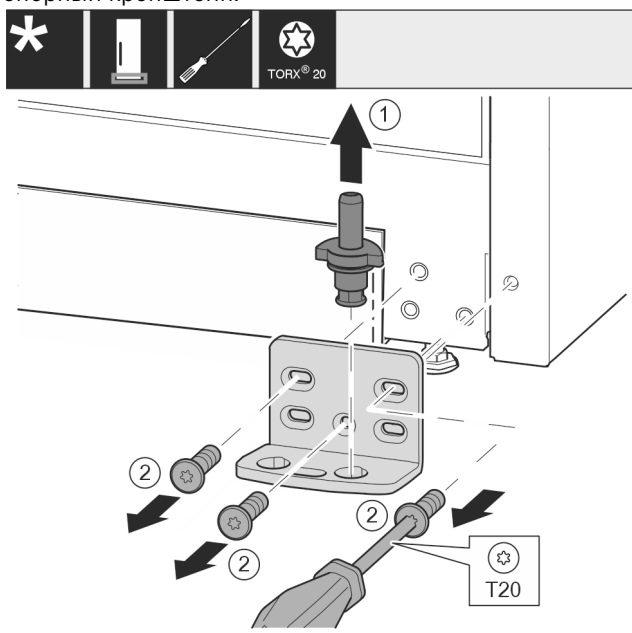

Fig. 18 *
- ▶ Опорный палец Fig. 18 (1) полностью извлеките движением вверх.*
- ▶ Открутите винты Fig. 18 (2) отверткой и снимите опорный кронштейн.*